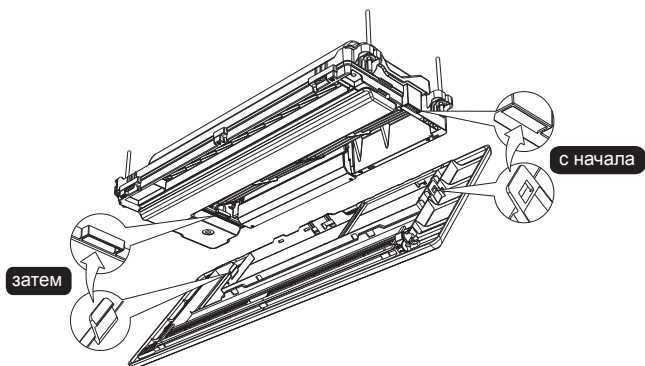

Рис. 6
- Установите панель на фанкойл (рис. 6).